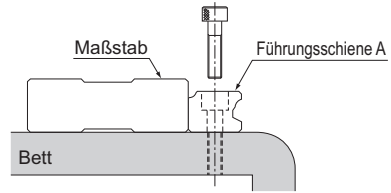

Abb. 26
- (2) Die Führungsschiene B wird auf das Bett gelegt, am Präzisions Stahllineal ausgerichtet und mittels eines Drehmomentschlüssels befestigt (siehe Abb. 26).